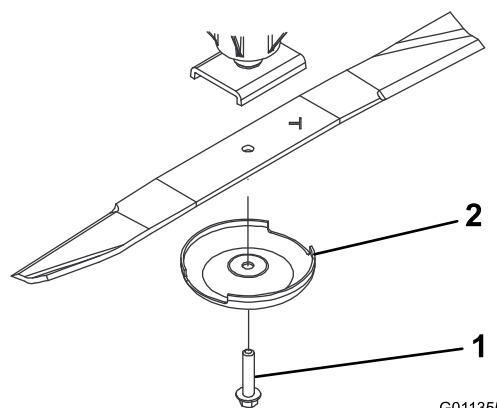

Bild 72
3. Halten Sie das Ende des Messers mit einem dicken Handschuh oder Tuch fest und entfernen Sie die Messerschraube, Antiskalpierkuppe und das Messer von der Spindelwelle (Bild 72).
4. Setzen Sie das Messer (der Flügel sollte zum Mähwerk zeigen) mit der Antiskalpierkuppe und der Messerschraube ein. (Bild 72).